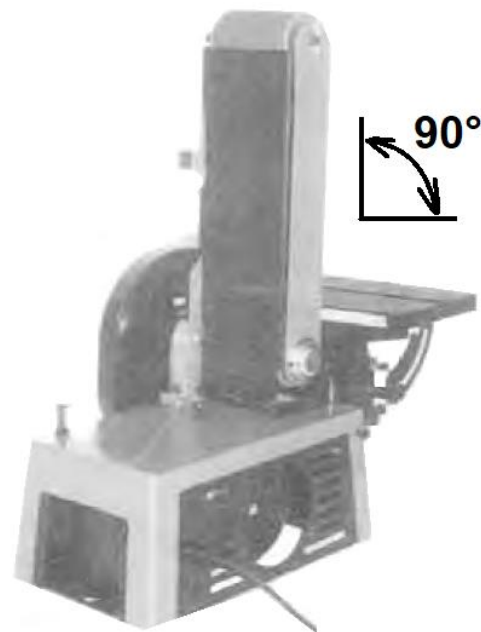

Figure 8-3: Réglez la table à 90°
3. Réglez la table en l'ajustant à 90° par rapport à la bande abrasive (Fig. 8-3).